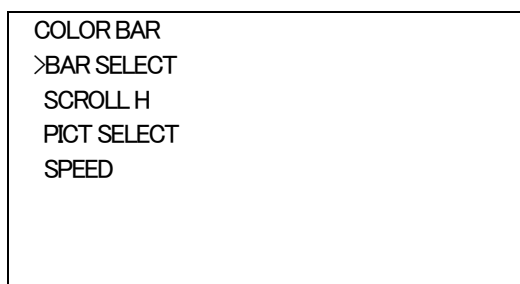

図4-2 オンスクリーンメニュー (COLOR BAR例)
- 1) メインメニューで「COLOR BAR」を選択し、**ENTER** ボタンを押すと図4-2のような設定メニューが表示されます。